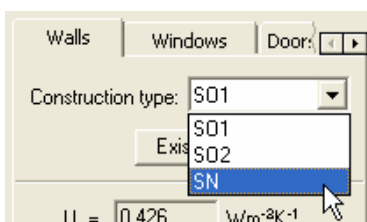

Рис. 2.1-6
- На панели конструкций в правой части экрана при тексте *Construction type/ Тип конструкции* нажмите кнопку со стрелкой. Появится шторка с перечнем типов конструкций. Выберите тип *SN*. (Щелкните левой кнопкой мыши на строку с текстом *SN*) – рис. 2.1-6.